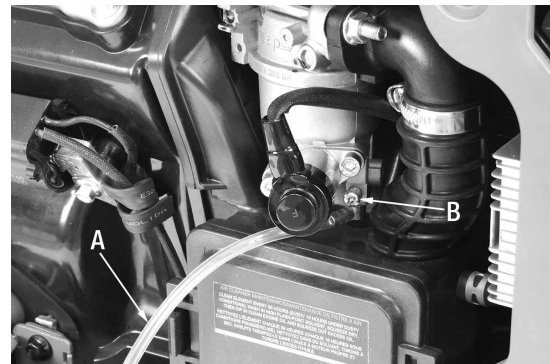

Figure 16
- 3) Retirez le panneau d'accès arrière. Positionnez le boyau de vidange du carburateur (A) Fig.16 dans un récipient de taille appropriée.
- 5) Dévissez la vis sous tension (B) Fig.16 du carburateur à l'aide d'un tournevis Phillips. Cela videra l'essence du réservoir et du carburateur. Resserrez la vis du carburateur lorsque l'essence est complètement écoulee.